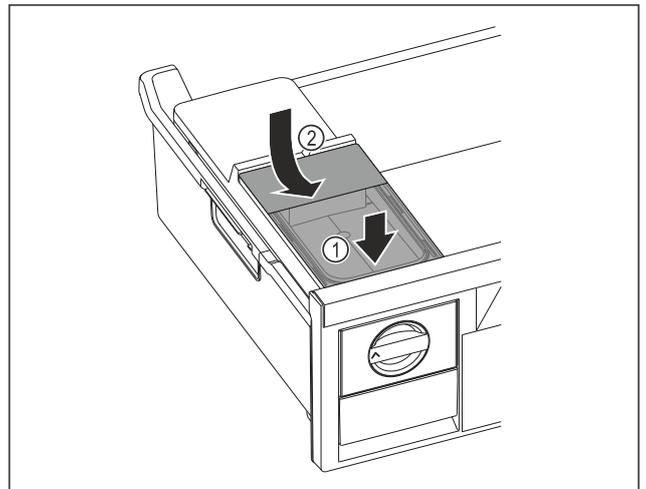

Fig. 57
- ▶ Wassertank vorne ansetzen. Fig. 57 (1)
- ▶ Wassertank hinten absenken. Fig. 57 (2)